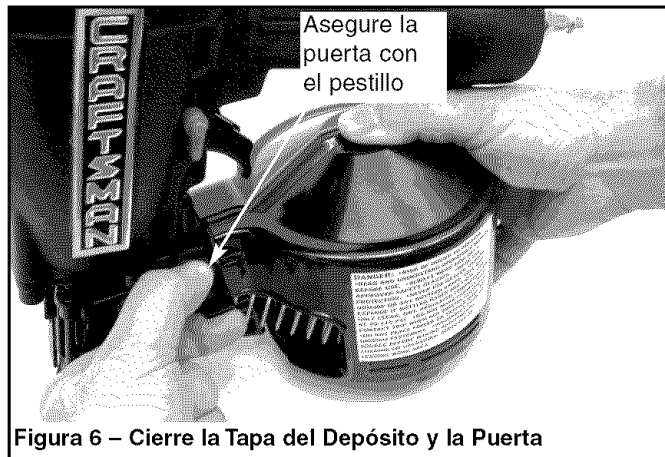

Figura 6 – Cierre la Tapa del Depósito y la Puerta
- Cierre primero con cuidado la tapa del depósito. Luego cierre la puerta y asegúrela en su posición con el pestillo. Asegúrese que la lengüeta en la puerta sostenga la tapa del depósito en su posición (véase la Figura 6).